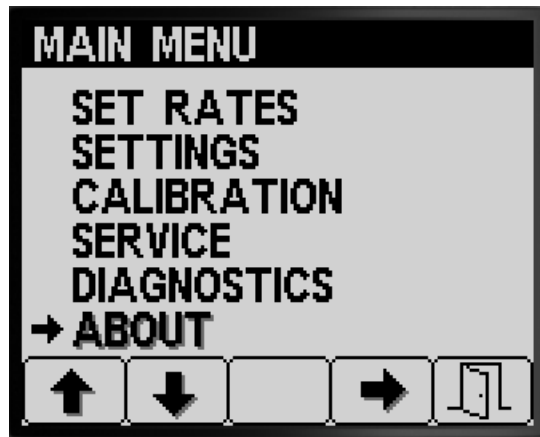

Figura 88
1. Per accedere alla schermata Informazioni premete il pulsante 1 o 2 sulla schermata MENU PRINCIPALE per navigare fino all'opzione INFORMAZIONI (Figura 88).
2. Premete il pulsante 4 per selezionare il sottomenu Informazioni (Figura 88).